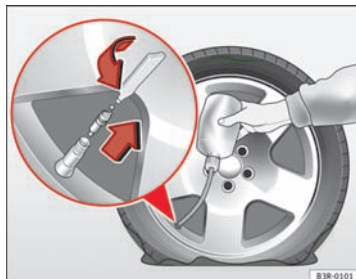

Fig. 118 Dæk: påfyldning
- Fjern hættten fra dækventilen. Brug det medfølgende værktøj til at skrue ventilkeglen af med ⇒ Fig. 118.